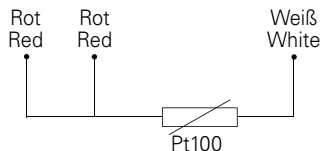

Abb. 1
- Anschluss mit drei Drähten gemäß IEC 751 (siehe Abb. 1);